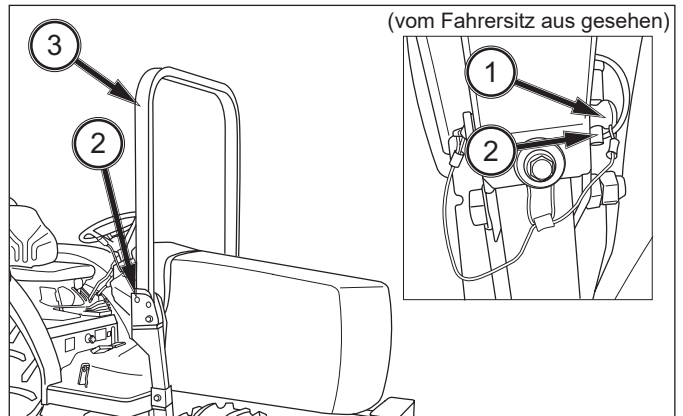

ABB. 105
HINWEIS: Abb. 105 - Damit die Bolzengruppe (3) nicht verlorengeht, muss sie durch Einführen des Drahrings in den Knopf und anschließende Befestigung des Drahrings gesichert werden.